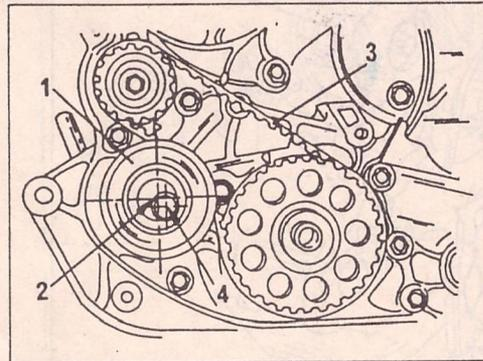

Рис. 83. Стрелки указывают на метку колеса масляного насоса и метку корпуса.
- Зубчатое колесо масляного насоса (поз. 18, рис. 76) установить на место и затянуть его гайку моментом 34–40 Нм. Теперь повернуть вал так, чтобы обе метки, т. е. метка на колесе масляного насоса и на корпусе совпали (рис. 83).
- Установить колесо масляного насоса (18) и затянуть гайку его крепления моментом 34–40 Нм. Провернуть вал до совмещения меток на колесе и корпусе (рис. 83).